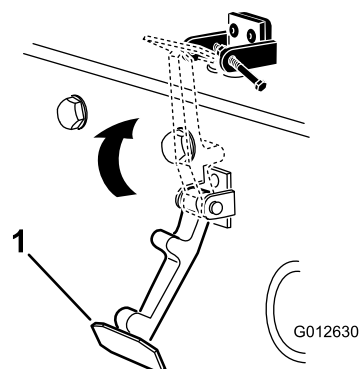

Рисунок 10
7. Введите защелку в зацепление с кронштейном защелки капота (Рисунок 10).